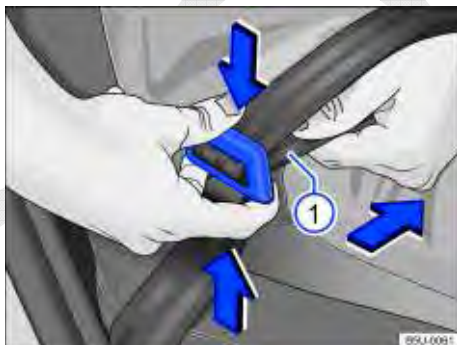

Fig. 55 Liberar o cadarço para ajustar o cinto de segurança.
- Pressionar a fivela ⇒ Fig. 55 para desbloquear a trava e ajustar o comprimento do cinto de segurança. ▶
- Puxar o cinto de segurança pela parte inferior ⇒ Fig. 55 ① no sentido da seta.